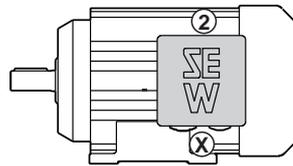
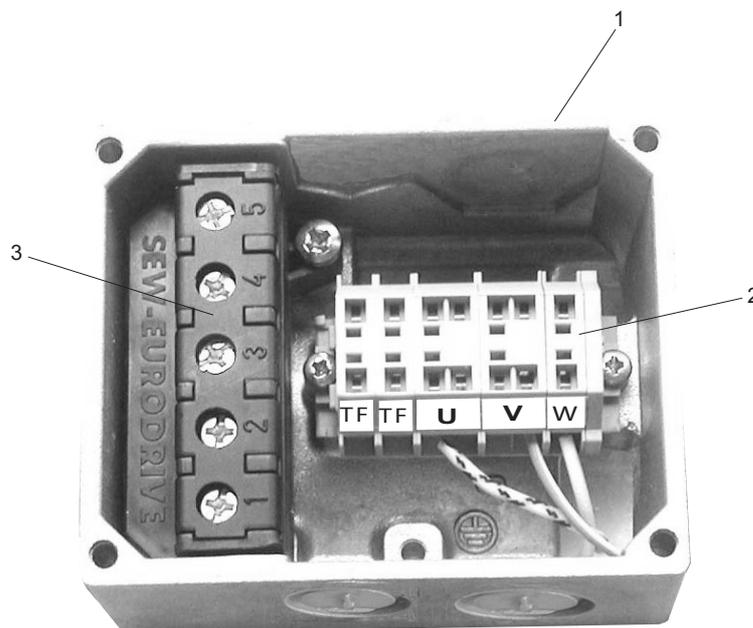
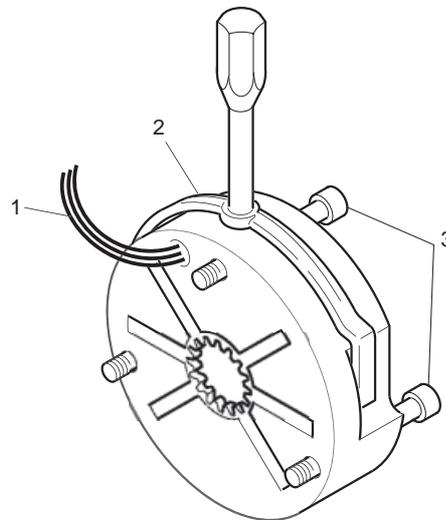

Bild 3: Lage der Kabeleinführung
Bild 4: Klemmenkasten mit Klemmblock und Käfigzugfedern
Bild 5: Bremse BMG02
- Klemmenkasten (→ Bild 4, Position 1) mit Kabelzuführung aus den Richtungen "X" (= Normlage) und "2" (→ Bild 3).
- Einfacher Anschluss der Netzspannung am Klemmblock mit Käfigzugfedern (→ Bild 4, Position 2)
- Optional kann die neue Bremse BMG02 (→ Bild 5) an den Motor angebaut werden. Die Konstruktion basiert auf dem geräuschgedämpften BMG-Prinzip. Eine selbsttätig rückspringende Handlüftung (2) ist als Bremsenoption erhältlich (SEW-Typbezeichnung HR). Die elektrische Versorgung der Bremse ist wahlweise über Bremsgleichrichter im Klemmenkasten (→ Bild 4, Position 3) oder aus dem Schaltschrank möglich.
- Die Bremse wird im Verschleiß- bzw. Störfall nach dem Lösen von drei Schrauben (3) und den elektrischen Versorgungsleitungen (1) komplett gewechselt.